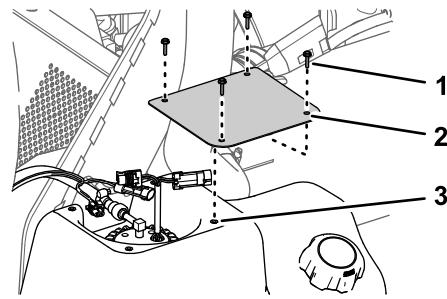

Figura 77
1. Monte la tapa en el depósito (Figura 77) con los 4 tornillos (N.º 10 x 3/4") que retiró en el paso 2 de Retirada de la tapa de la bomba de combustible (página 64).